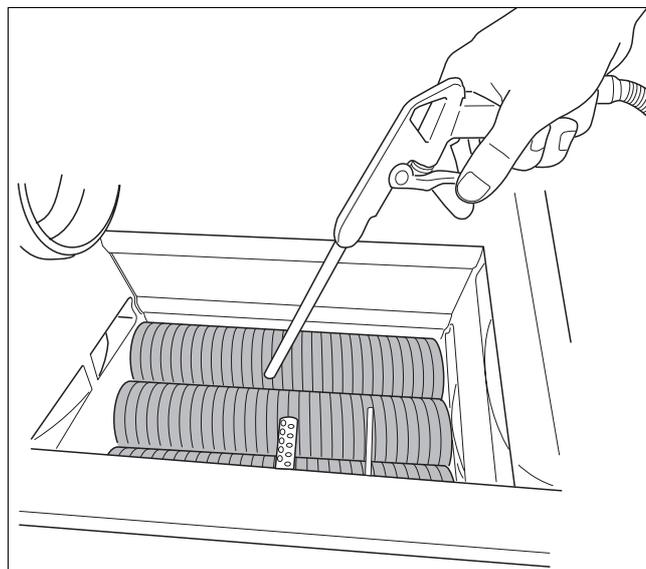

Fig. 121 Pulizia dello scambiatore di calore
- Pulire lo scambiatore di calore con aria compressa o con una spazzola morbida (fig. 121).